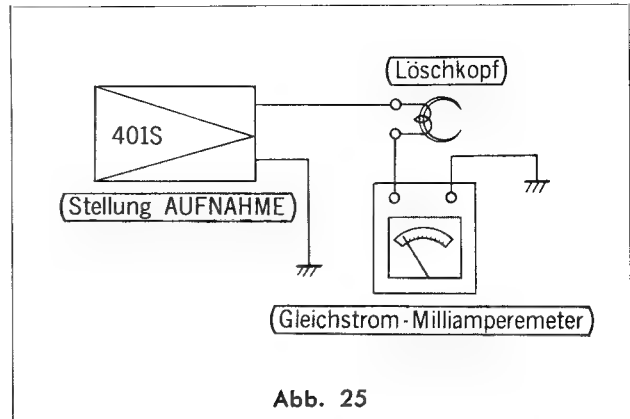

Abb. 25
Aufbau der Meßinstrumente: Siehe Abb. 25.
1. Wie auf Abb. 25 ersichtlich, einen 100Ω -Widerstand vom Aufnahme/Wiedergabe-Tonkopf nach Masse schalten.